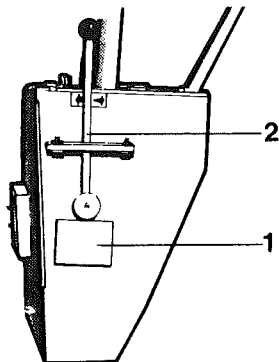
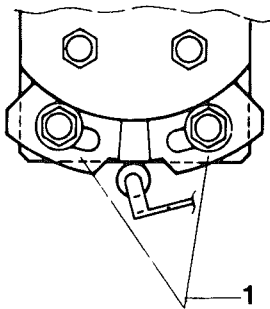

Abb. 17a Lenksäule, rechte Seite
Abb. 17b Einschalt-Verstellung
Die Einstellung zum Einschalten der Vibrationen bei verschiedenen Fahrgeschwindigkeiten lässt sich verändern, indem die Klappe (1), siehe Abb. 17a, entfernt und die Einstellnasen (1), siehe Abb. 17b, umgestellt werden.